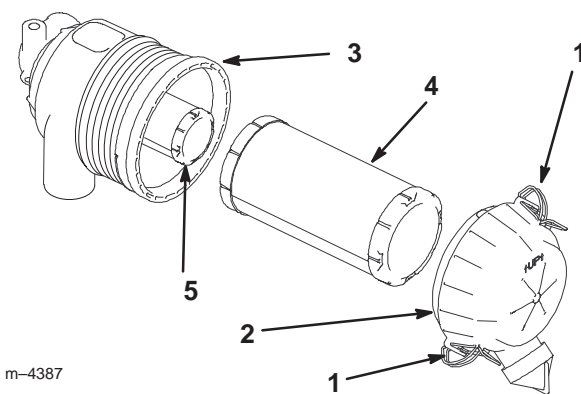

Figure 25
3. Ouvrez les dispositifs de verrouillage du filtre et ôtez le couvercle du corps du filtre (Fig. 25).
5. Sortez l'élément primaire du corps du filtre avec précaution (Fig. 25). Evitez de cogner l'élément à l'intérieur du corps. N'enlevez pas l'élément de sécurité, sauf si vous voulez le remplacer également.
2. Si vous remplacez l'élément de sécurité, insérez-le avec précaution dans le corps du filtre (Fig. 25).
3. Installez ensuite l'élément primaire sur l'élément de sécurité avec les mêmes précautions (Fig. 25). Assurez-vous qu'il est bien engagé en appuyant sur le rebord extérieur de l'élément que vous installez.
4. Reposez le couvercle, le côté portant l'inscription UP étant tourné vers le haut, et fermez les dispositifs de verrouillage (Fig. 25).